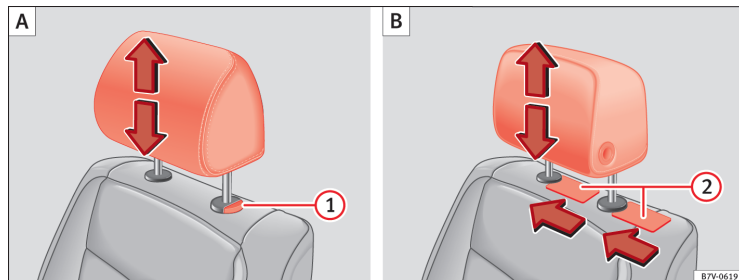

Fig. 86 A: montering af hovedstøtte uden mulighed for indstilling i længderetningen, B: montering af hovedstøtte med mulighed for indstilling i længderetningen
- Tag hovedstøtten af, når knappen er trykket helt ind ⇒ Fig. 86 1 A.